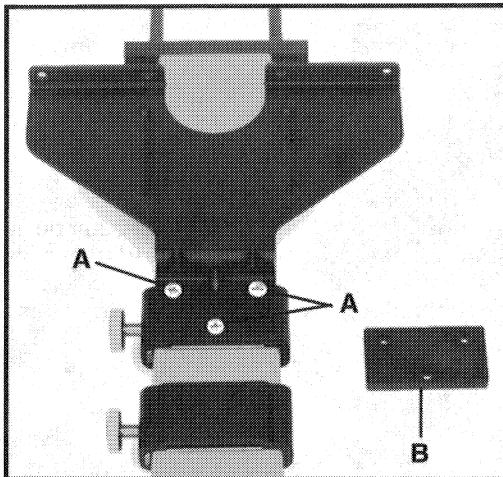

Fig. 6
1. Retirez trois vis (A) Fig. 6, du guide de bords, de la plaque de guidage. (Conservez les vis pour utilisation future).
2. Placez l'entretoise (B) du guide de bords, Fig. 6, entre la plaque de guidage et la glissière. Fixez à l'aide de trois vis No. 10-24 x  $\frac{5}{8}$  po tirées du jeu de ferrures de montage.